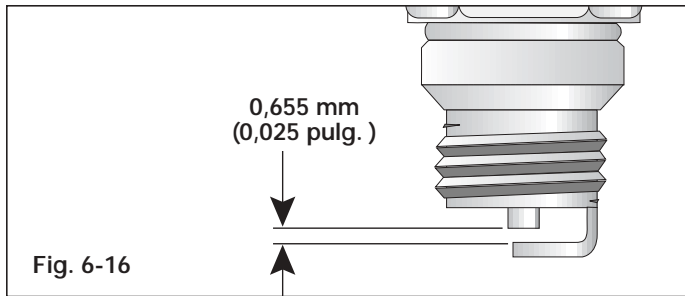

Fig. 6-16
3. Cambie las bujías que estén rajadas, sucias o deterioradas. Fije la separación de aire a 0,655 mm (0,025 pulgadas) utilizando un calibrador (Fig. 6-16).